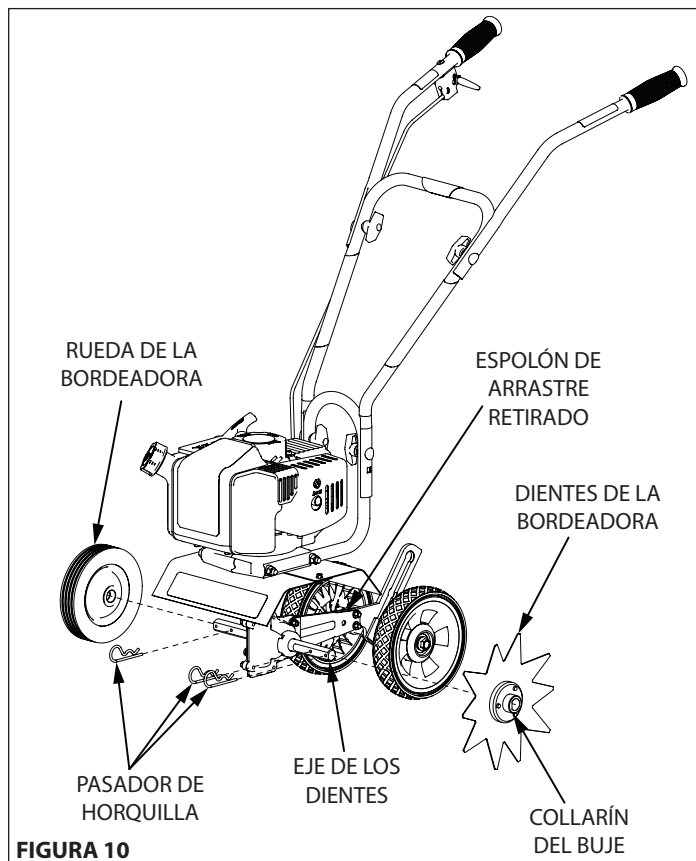

FIGURA 10
5. Almacene los dientes y guarde los (2) pasadores de horquilla; los usará en el kit de bordeadora.
6. Deslice los dientes de la bordeadora en cada extremo del eje de los dientes. Asegúrese de que el collarín del buje de la bordeadora esté orientado hacia afuera, alejado de la transmisión del cultivador. **CONSULTE LA FIGURA 10**
7. Tome los (2) pasadores de horquilla que guardó en el Paso 4 e insértelos a través de los orificios interiores y exteriores del eje de los dientes en cada extremo de los dientes de la bordeadora para fijar las cuchillas de los dientes en su lugar sobre el eje. **CONSULTE LA FIGURA 10**
9. Inserte el pasador de horquilla (1) restante, que viene con el kit, a través del orificio interior para fijar la rueda. **CONSULTE LA FIGURA 10**